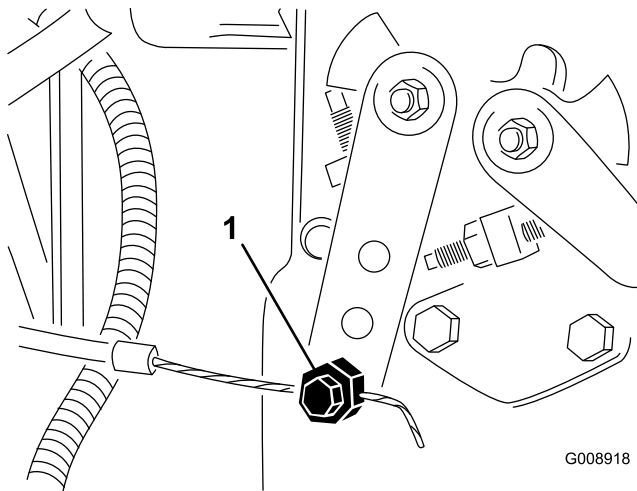

Рисунок 71
2. Ослабьте соединитель тросика дроссельной заслонки на плече рычага инжекторного насоса (Рисунок 71).